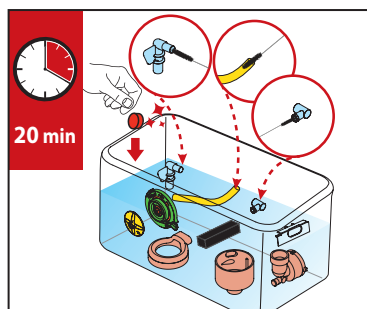

Fig. 1
1. Placer alle blandesystemdele i en spand med et lokalt fødevaregodkendt rengøringsmiddel og varmt vand, og læg i blød i ca. 20 minutter. (Se fig. 1)